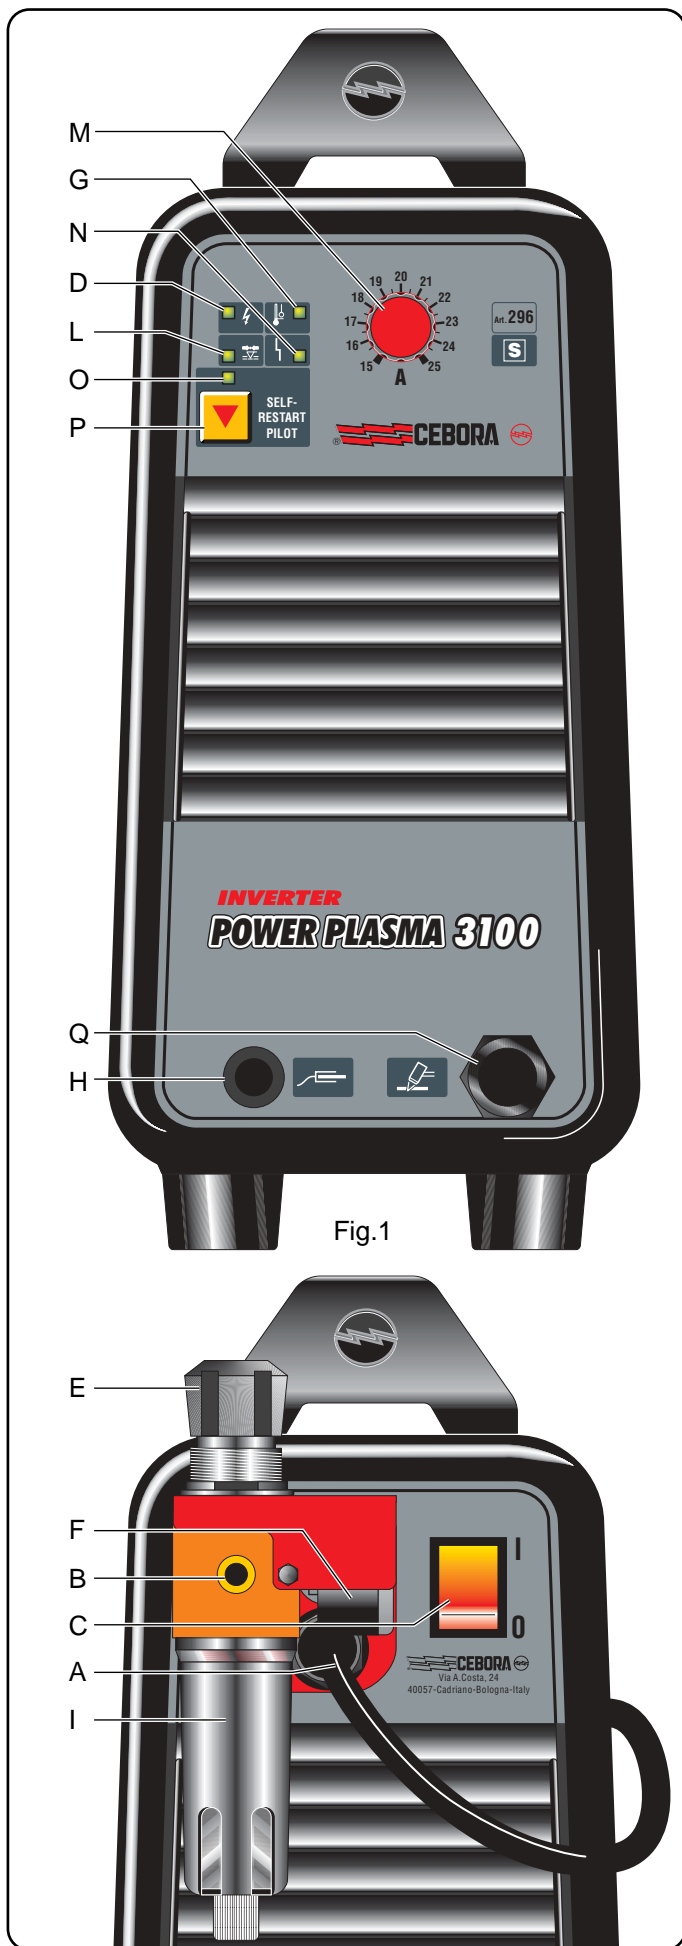

Fig.1
-  E' evidenziata dall'accensione del led G (vedi fig 1)
-  Posta sull'alimentazione della torcia per evitare che la pressione aria sia insufficiente. E' evidenziata dall'accensione del led L (vedi fig.1).
Anche se l'apparecchio è provvista di un dispositivo automatico per lo scarico della condensa, che entra in funzione ogni volta che si chiude l'alimentazione dell'aria, è buona norma, periodicamente, controllare che nella vaschetta I (fig.1) del riduttore non vi siano tracce di condensa.